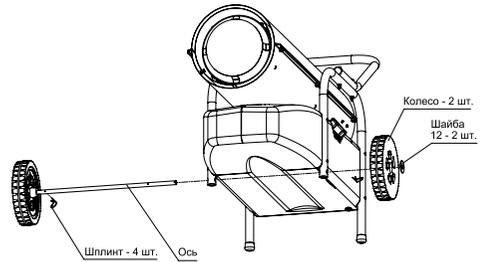

Рис. 4
10. Установите колёсную ось в отверстия в боковых упорах и зафиксируйте её на 2 шплинта с наружной стороны опор (рис. 4).